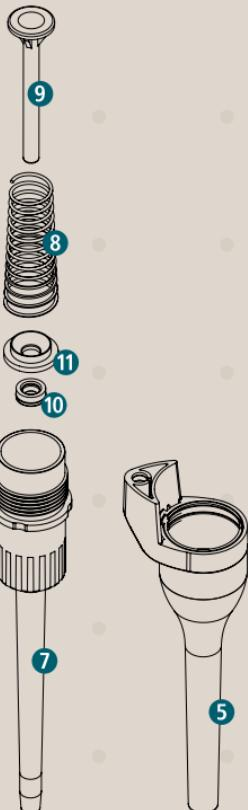

Fig. 5
- Retirez du joint torique 7a le ressort 8 et le piston 9 (Fig. 5).
- Retirez la bague d'appui 11 (uniquement pour les modèles 100 µl, 200 µl et 1000 µl) (Fig. 5).